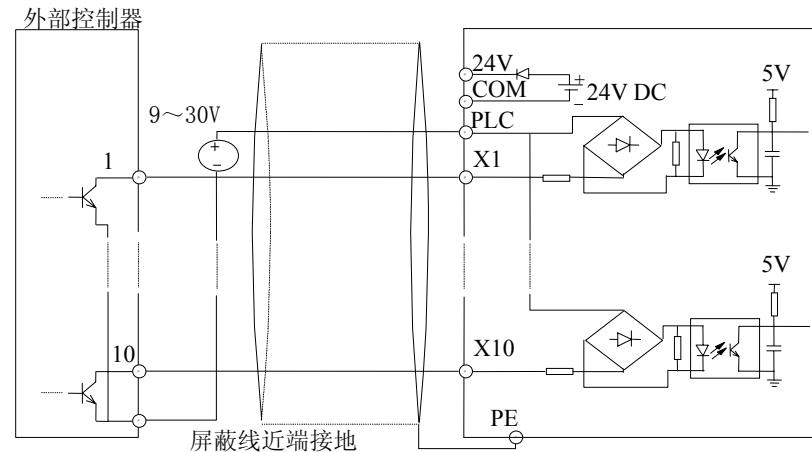

图 2-24 使用外部电源的源极连接方式（S2R4GB~3004GB仅有X1~X5）
- 3) 使用外部电源的源极连接方式（注意：去除内部PLC与24V短接跳线JP1），如图2-24所示。